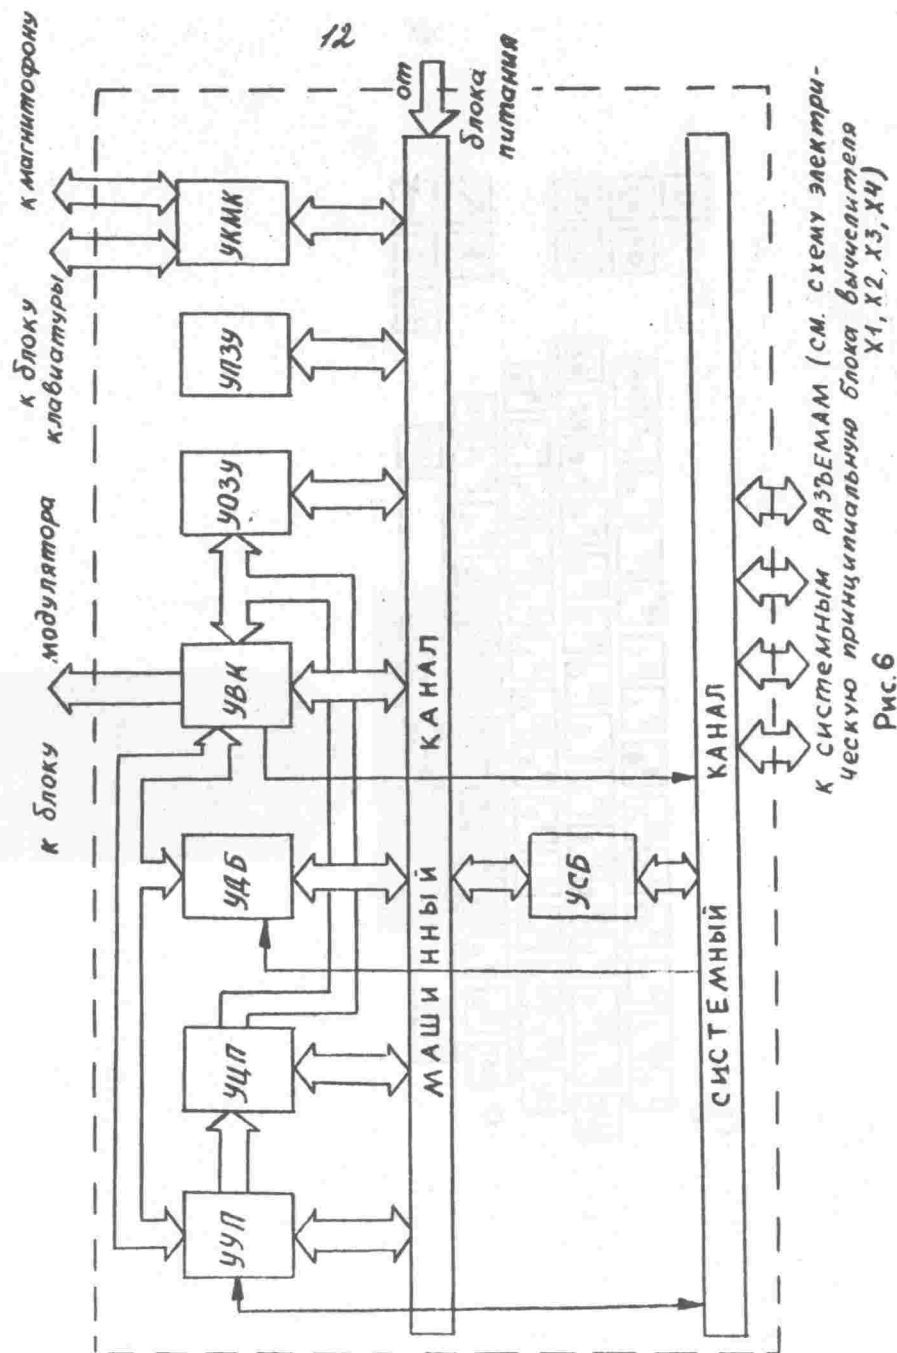

Рис. 6
5.3.1. Логические узлы блока вычислителя (рис.6) функционируют под управлением большой интегральной схемы (БИС) микро - процессора КР580ВМ80А. Управление всеми устройствами осуществляется через машинный интерфейс, представляющий собой систему связей и сигналов, с помощью которых осуществляется обмен между узлами блока :